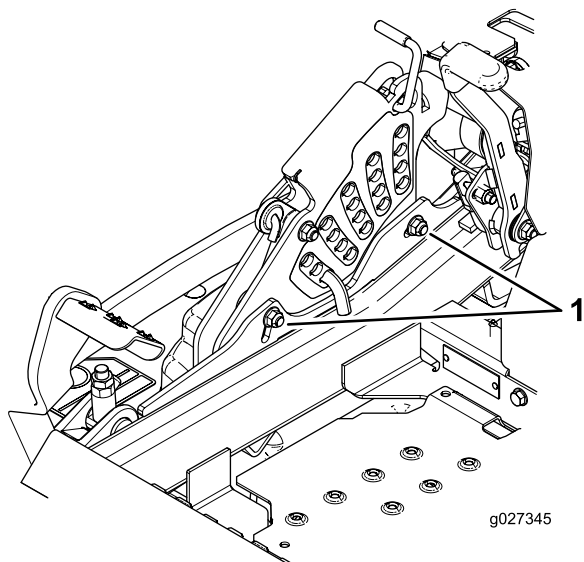

Figure 90
12. Pour régler le système monopoint, desserrez les 2 boulons au bas de la plaque de hauteur de coupe. Voir Figure 90.
14. Serrez les 2 boulons au bas de la plaque de hauteur de coupe (Figure 90). Serrez à un couple de 77 à 45 N·m.